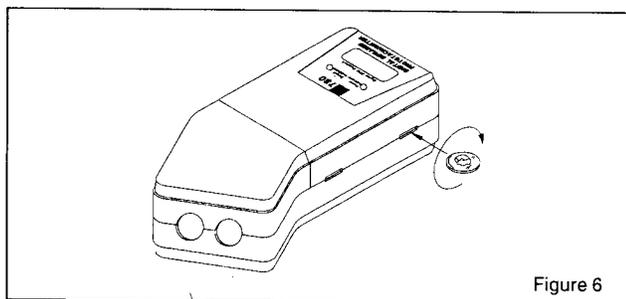

Figure 6
1. Ouvrez le boîtier de l'appareil comme indiqué à la Figure 6.